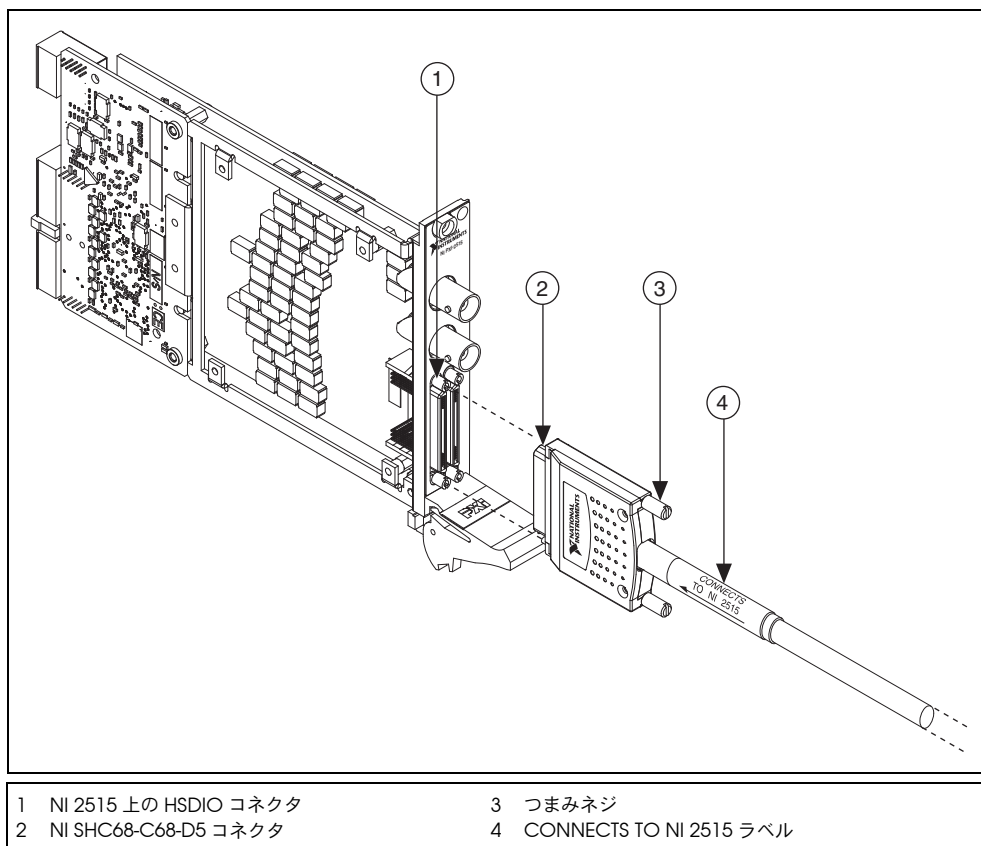
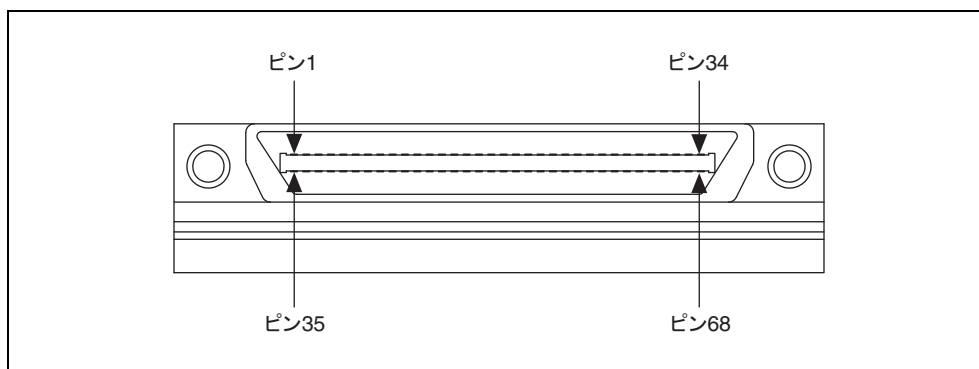

図 1 ケーブルを NI 2515 に接続する
図 3 NI SHC68-C68-D5 メイトコネクタ
ケーブルをスイッチモジュールおよびアプリケーションに接続するには次の手順に従います。ケーブルの取り付けについては図 1 および 2 を参照し、コネクタの図解は図 3 を参照してください。
1. 図 1 に示すように、CONNECTS TO NI 2515 と表記されたケーブルコネクタを NI 2515 上の HSDIO コネクタに接続します。
ケーブルは 2 つの 68 ピンオス VHDCI コネクタに接続します。CONNECTS TO NI 2515 と表記されたコネクタは、スイッチモジュールへ接続します。2 つめのコネクタは NI 高速 DIO デバイスに接続します。図 3 は、コネクタのピン配列を示します。